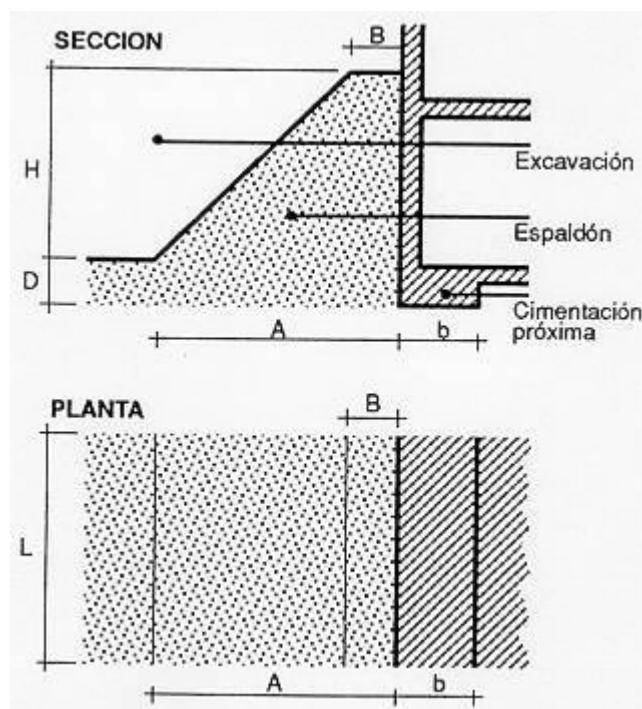

Fig. 6
En excavaciones junto a cimentaciones enrasadas o más profundas, se deberá comprobar si existe peligro de levantamiento del fondo. En general no existe peligro siempre que se verifique (Fig. 6) que:
*Siendo (fig. 6):
Siendo (fig. 6):